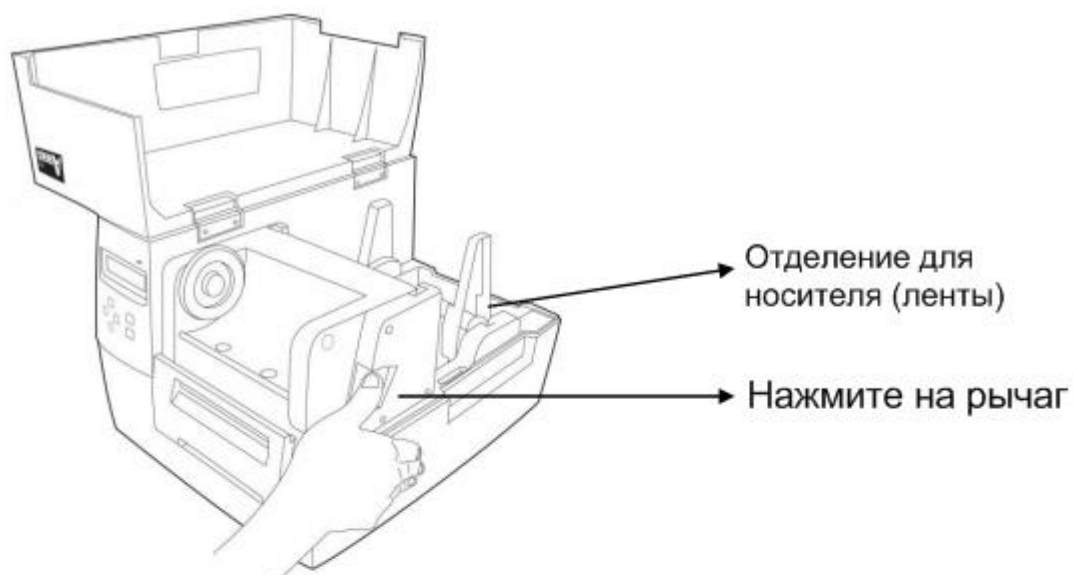

Рисунок 2
2. Откройте модуль печатающей головки, нажав на рычаг справа в сторону задней панели (Рис. 2 и 3).